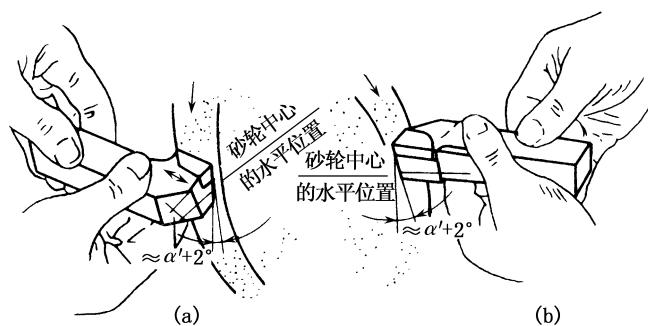

图 2-14 粗磨刀柄上的主后面、副后面(磨后隙角)
(1) 刀磨车刀前、后面及车刀底面。先磨去车刀前面、后面上的焊渣，并将车刀底面磨平。可选用粒度号为 24~36 号的氧化铝砂轮。
(2) 粗磨主后面和副后面的刀柄部分(以形成后隙角)。刃磨时，在略高于砂轮中心的水平位置处将车刀翘起一个比刀体上的后角大  $2^\circ \sim 3^\circ$  的角度，以便再刃磨刀体上的主后角和副后角(图 2-14)。可选用粒度号为 24~36 号，硬度为中软(2R1.2R2)的氧化铝砂轮。